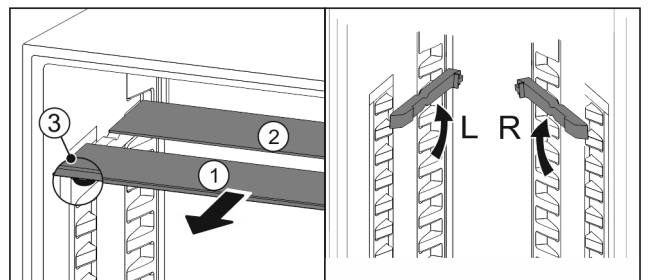

Fig. 85
- ▶ Extrageți Fig. 85 (1) pe rând plăcile de sticlă spre înainte.
- ▷ Placa de sticlă Fig. 85 (1) cu șipca decorativă se află în față.
- ▷ Opritoarele Fig. 85 (3) indică în jos. Aparat cu compartiment de congelare.*